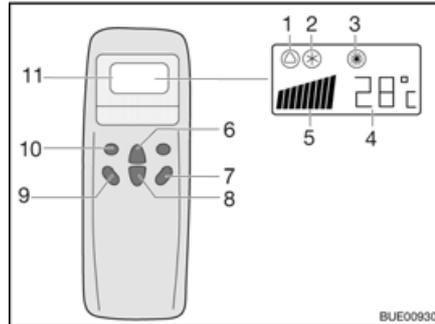
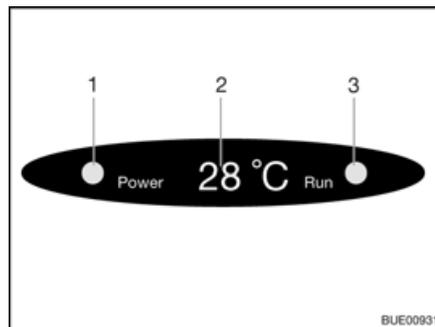

Bild 171 Fernbedienung
Bild 172 Anzeige am Diffusor
- Die Taste "ON/OFF" (Bild 171,7) drücken.
- Die Taste "Mode" (Bild 171,10) so oft drücken, bis die gewünschte Betriebsart (Bild 171,1, 2 oder 3) auf dem Display angezeigt wird. Die entsprechende Kontroll-Leuchte auf der Anzeige am Diffusor (Bild 172,3) leuchtet.
- Mit den Tasten Temperaturerhöhung (Bild 171,6) oder Temperaturverminderung (Bild 171,8) die gewünschte Temperatur einstellen.
- Mit der Taste Lüfterdrehzahl (Bild 171,9) die gewünschte Lüfterstufe wählen.